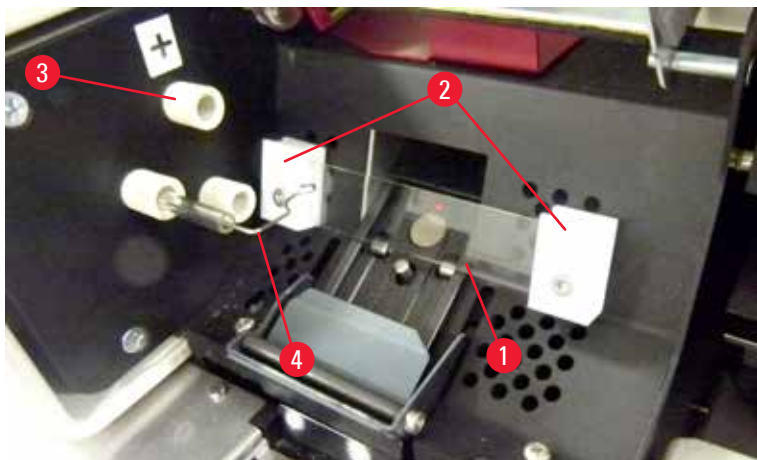

Fig. 17
5. Certifique-se de a mola de contato (→ "Fig. 16-2")/(→ "Fig. 17-4") esteja removida do fio de ignição (→ "Fig. 18-1") da lâmpada (Veja também (→ "Fig. 17").